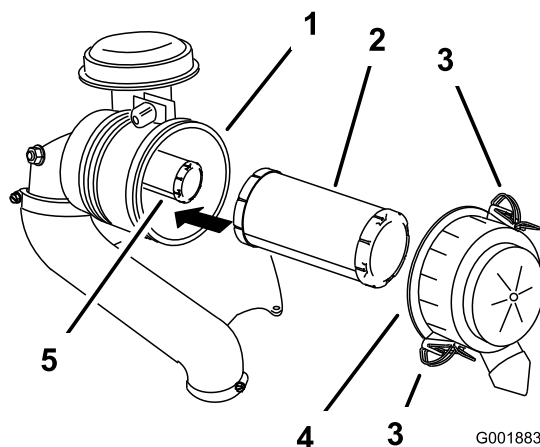

Figura 29
3. Liberte os trincos do filtro de ar e puxe a tampa para fora do corpo do filtro (Figura 29).
- Deslize suavemente o filtro principal para fora do corpo do filtro (Figura 29).
- Se substituir o filtro de segurança, empurre-o com cuidado para o corpo do filtro (Figura 29).
- Deslize cuidadosamente o filtro principal sobre o filtro de segurança (Figura 29).
- Instale a tampa do filtro de ar com o lado indicado como **up** virado para cima e aperte os trincos (Figura 29).